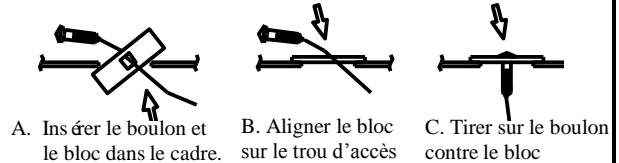

Figure 3
6. À l'aide d'un fil de tirage, introduire les boulons de carrosserie et les blocs 1/2 po dans les trous d'accès puis tirer sur le fil en sens inverse pour obtenir la position indiquée à la figure 3.